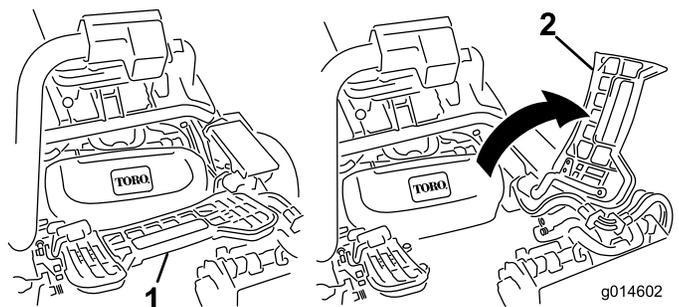

図 11
7. 中央カッティングユニットを取り付ける時は、フットレストを跳ね上げて取り付け位置へのアクセスを確保する 図 11。